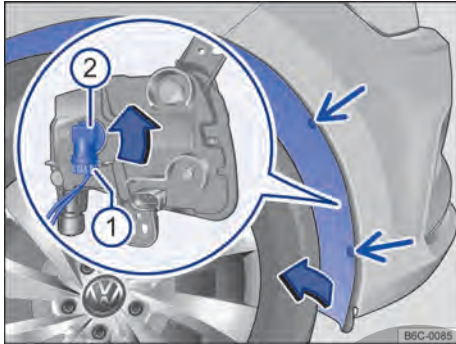

Fig. 184 En la caja de la rueda delantera: acceso a la bombilla del farol de neblina.
- 2 Retirar los tornillos de fijación del guarnecido del pasarruedas → **fig. 184** (flechas) con la ayuda de un destornillador.
- 5 Desencajar el conector de alimentación de la lámpara → **fig. 184** **1**, presionar al mismo tiempo, la traba de fijación del conector.
- 6 Girar el portalámparas → **fig. 184** **2**, en sentido antihorario hasta el tope y desencajarlo del alojamiento.
- 13 Volver a colocar los tornillos de fijación → **fig. 184** (flechas) y ajustarlos.